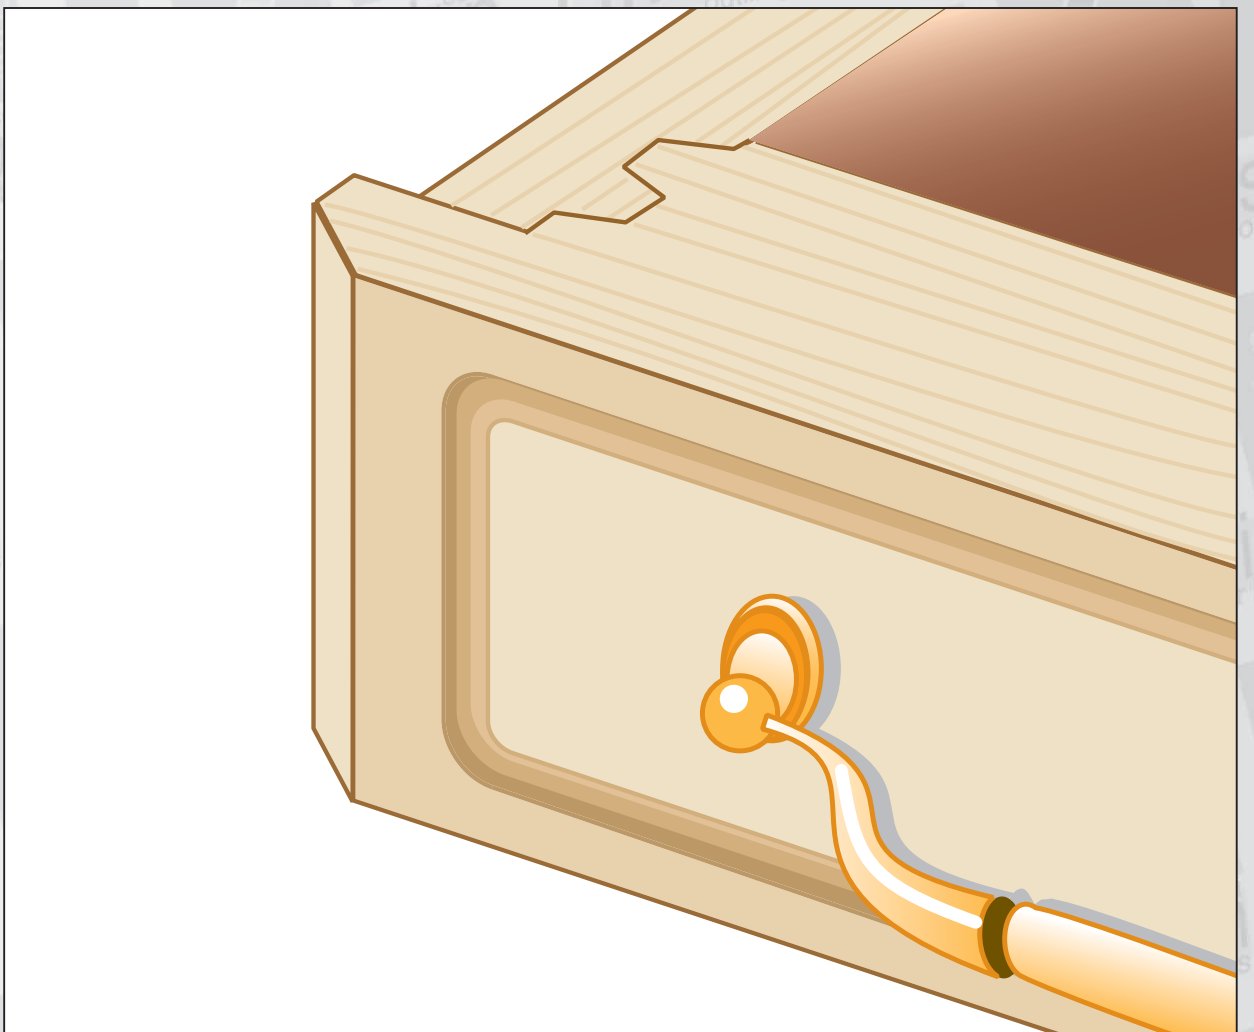

Fig. 2 : Façade de tiroir à recouvrement
- Les façades de tiroirs sont à recouvrement (figure 2). En estimant l'épaisseur minimale du recouvrement à 7 mm env., l'épaisseur du bois de la façade devra alors faire environ 18 mm minimum. Pour des épaisseurs de bois inférieures on préférera alors la conception d'un tiroir à façade reportée.
Largeur : la façade aura la largeur du tiroir + la valeur du recouvrement souhaité de chaque côté ; la face arrière fera quand à elle la largeur totale du tiroir (figure 2).